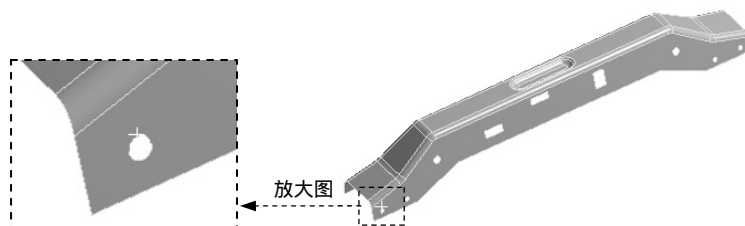

图 9.5.11 选取边线对象
(1) 在“Outline”窗口中单击 **Model (A4)** 节点，在图形区选取图 9.5.11 所示的边线并右击。